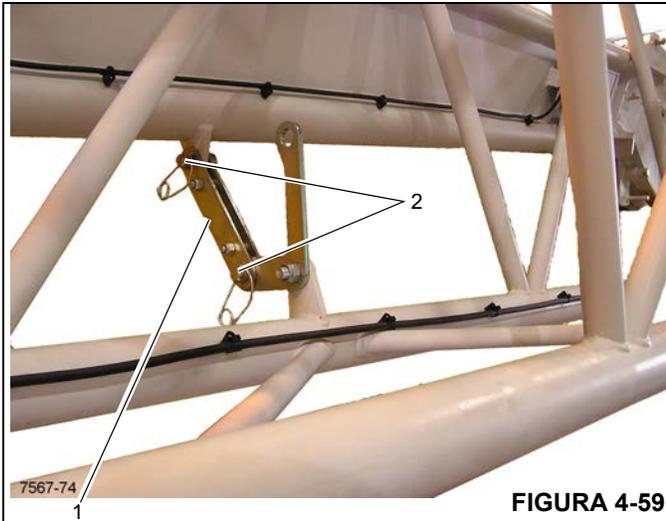

FIGURA 4-59
5. Asegure la extensión de 23 pies (7 m) a la extensión de 36 pies (11 m) con la barra de bloqueo (1) (Figura 4-59) y los pasadores (2).
- Las dos extensiones se conectan y se aseguran con pinzas de retención (Figura 4-59).
- La conexión entre la extensión y la pluma principal se asegura con pinzas de retención (Figura 4-59).